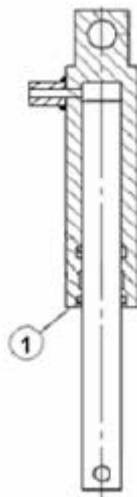

Рис. 10. Гидроцилиндр
- Открутите крышку гидравлического цилиндра. (1, Рис. 10).